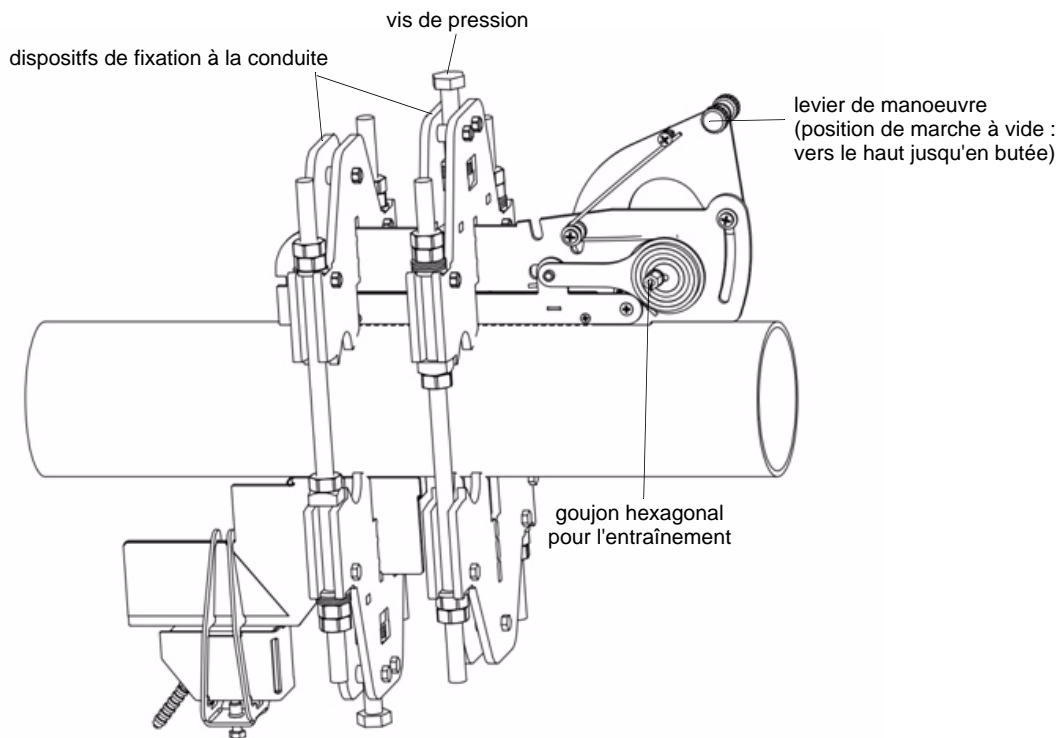

Fig. 4.2: Outil WI automatique monté
- Engagez l'outil WI automatique dans les découpes pour lame de couplage du dispositif de fixation à la conduite, jusqu'à ce que la surface de serrage se situe sous la vis de pression du dispositif de fixation. Assurez-vous que le levier de manoeuvre est en position de marche à vide lors de la mise en place de l'outil WI automatique (voir Fig. 4.2).